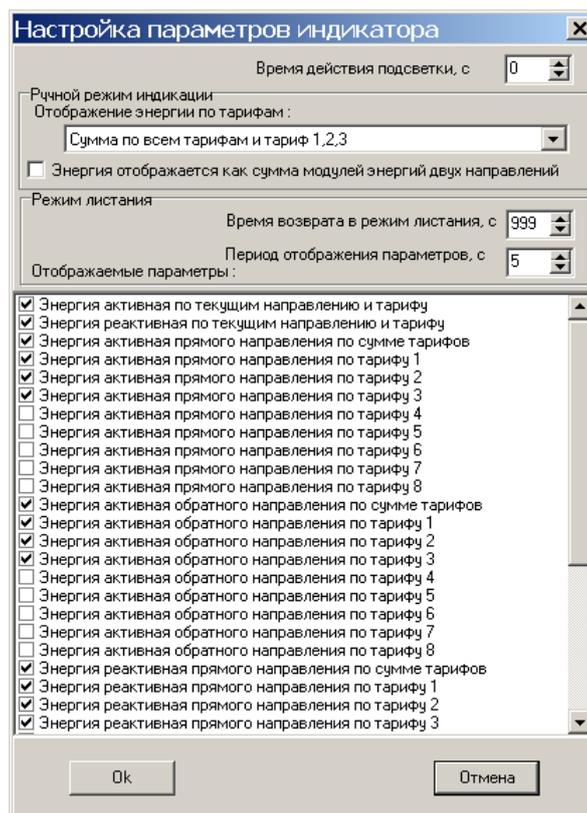

Рисунок 3.22
3.3.4.12 Дополнительные параметры счетчика устанавливаются в окне *Настройка параметров индикатора* (рисунок 3.22), которое открывается при нажатии на панели *Параметры счетчика* кнопки *Настройка параметров индикатора*.